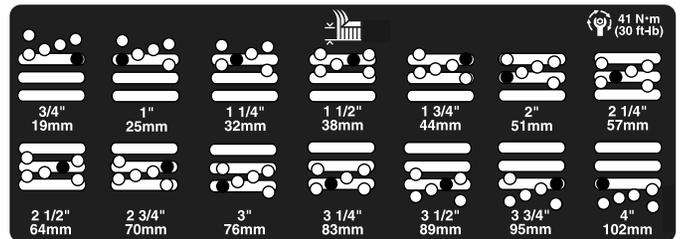

Рисунок 26
5. Переместите камеру на требуемую высоту скашивания и установите проставку в предусмотренные для этой высоты отверстие и паз (Рисунок 26).